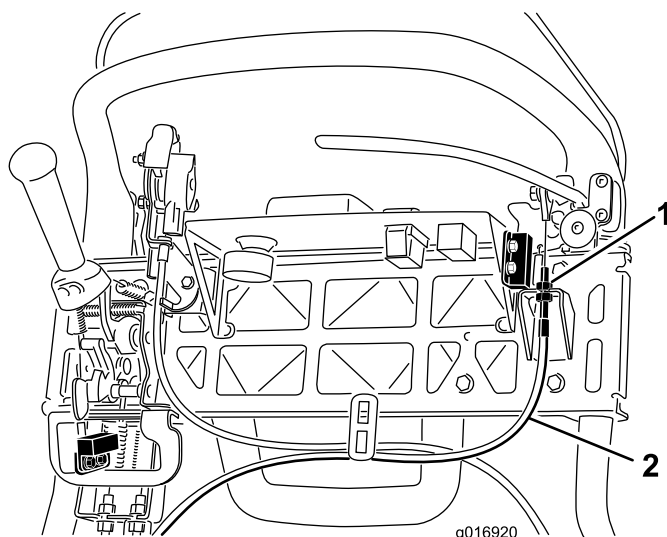

図 41
3. ケーブルの張りを強くするには、上側ケーブルのジャムナットをゆるめて、下側ケーブルのジャムナット 図 41 を締め、156 N15.8 kg の力で駐車ブレーキのラッチが解除されるように調整するブレーキバンドが締まりっぱなしにならないよう注意すること。